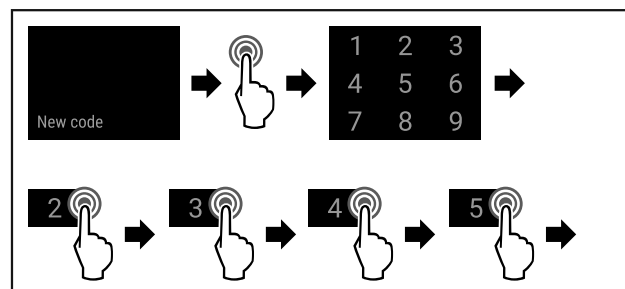

Fig. 82
- ▶ Выполните шаги действия (см. Fig. 82).
- ▶ Выполните шаги действия (см. Fig. 82) .